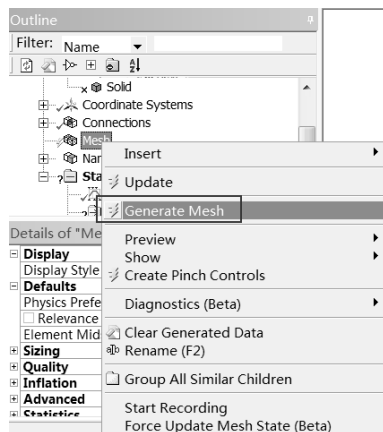

图 17-82 网格划分
Step6：右击 Mesh 选项，在弹出的如图 17-82 所示的快捷菜单中选择 Generate Mesh 命令。